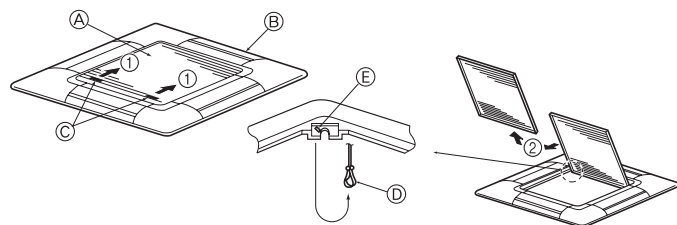
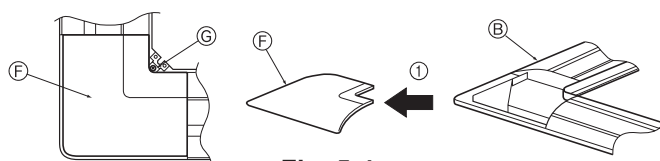

Fig. 5-3
Fig. 5-4
5.2.1. Retrait de la grille d'admission (Fig. 5-3)
- Pour ouvrir la grille d'admission, faire glisser les leviers dans le sens indiqué par la flèche ①.
- Lorsque la grille se trouve en position "ouverte", retirer la charnière de la grille d'admission comme indiqué par la flèche ②.
5.2.2. Retrait du panneau en coin (Fig. 5-4)
- Retirer la vis du coin du panneau en coin. Faire glisser le panneau comme indiqué par la flèche ① pour le déposer.